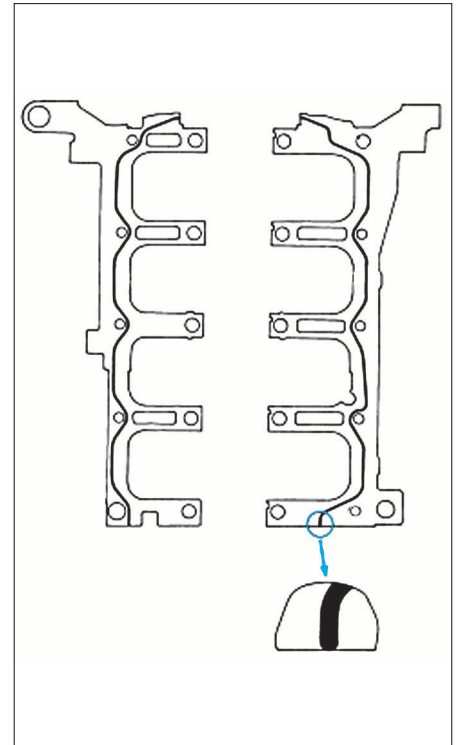

FIG. 39
- Appliquer un cordon de mastic au silicone d'étanchéité d'environ 2,5 à 3,5 mm d'épaisseur sur le bloc-cylindres (Fig.39).